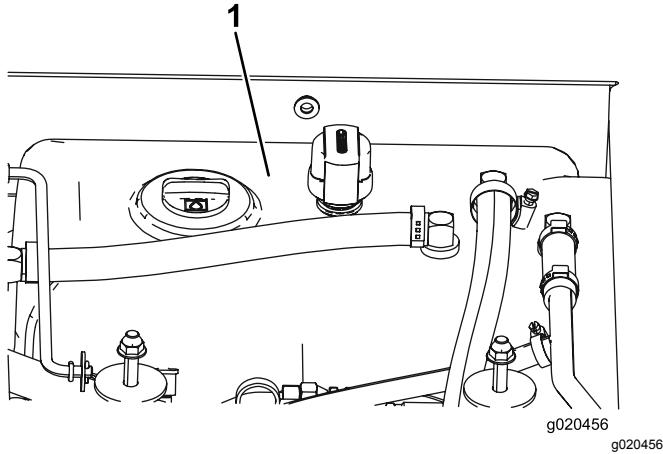

Figure 105
4. Remplissez le réservoir (Figure 105) de liquide hydraulique ; voir Contrôle du niveau de liquide hydraulique (page 73).